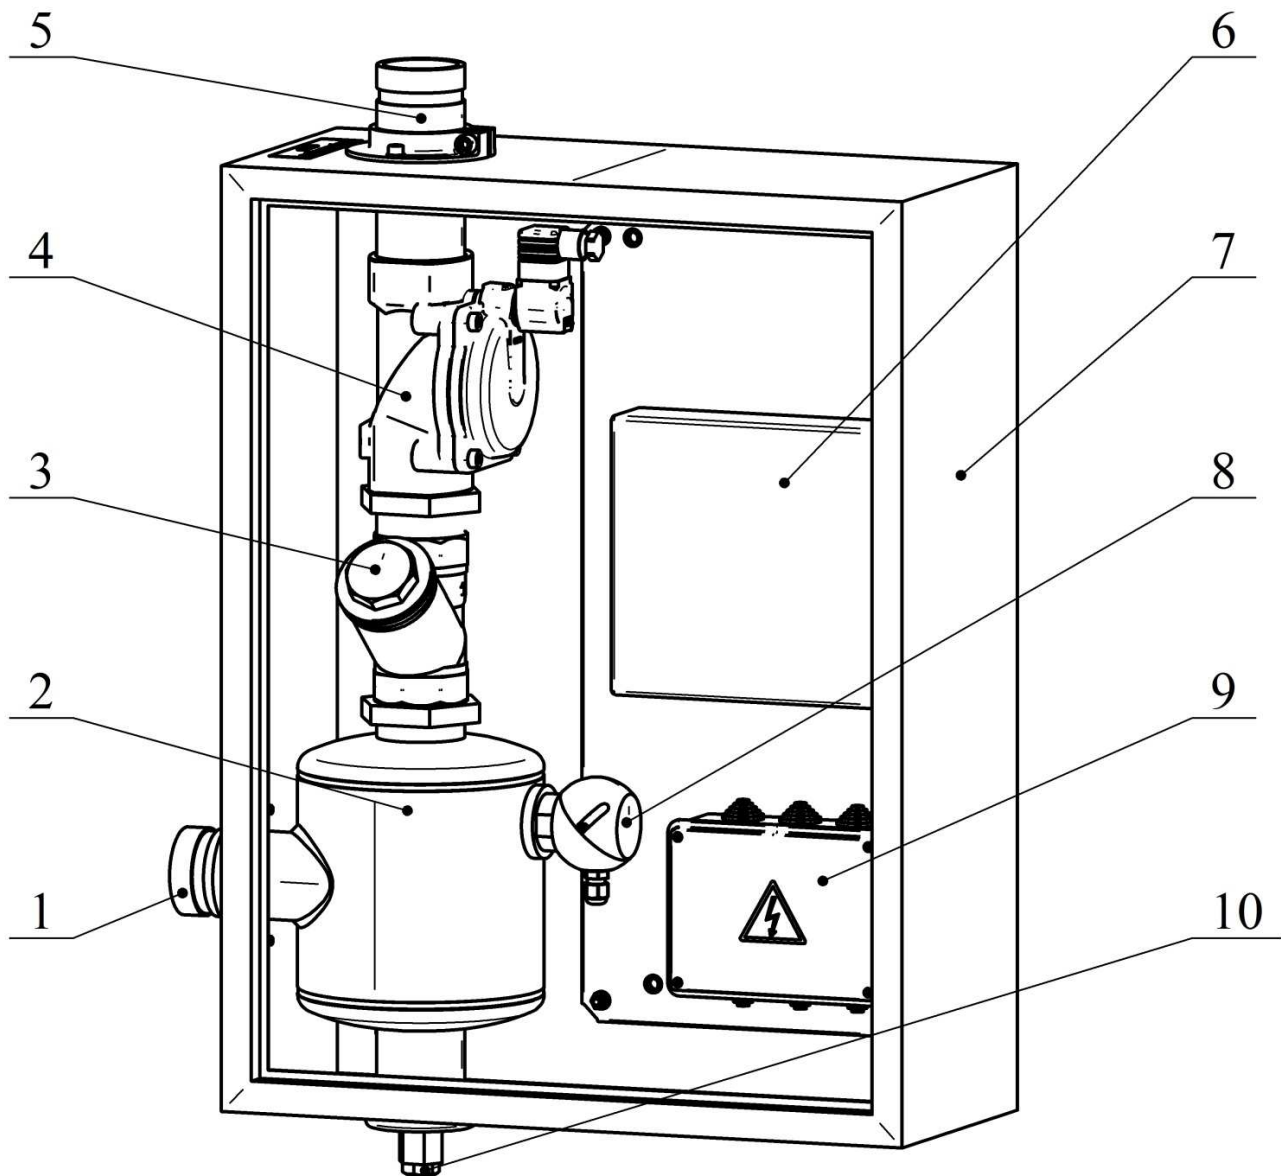

Рисунок 1 - Эксгаустер с электроприводом (дверца шкафа не показана)
- наличие напряжения питания эксгаустера (контролируется по индикации РИП 6 и УКУ 8 (рисунок 1));
- отсутствие воды в фильтре-успокоителе (контролируется по индикации УКУ 8 (рисунок 1)).
8.6.8 Снять отстойник со сливной пробкой 10 (рисунок 1) слить воду, удалить возможные загрязнения;
8.6.9 Снять фильтрующий элемент фильтра 3 (рисунок 1), удалить возможные загрязнения;
8.6.10 Снять крышку электромагнитного клапана 4 (рисунок 1), удалить возможные загрязнения;